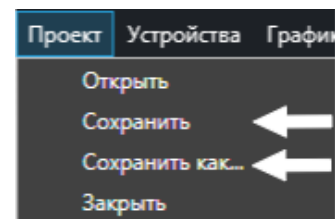

Рис. 26
2. Выбрать одну из команд “Сохранить” или “Сохранить как” (Рис. 26).